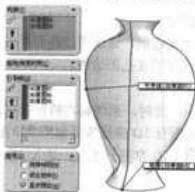
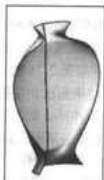

图 2-79 放样曲面的属性设置
图 2-80 放样曲面特征
(8) 单击曲面工具栏中的  (放样曲面) 工具，显示“曲面-放样”属性管理器，属性设置如图 2-79 所示，单击  (确定) 按钮，结束放样曲面特征的绘制，结果如图 2-80 所示。